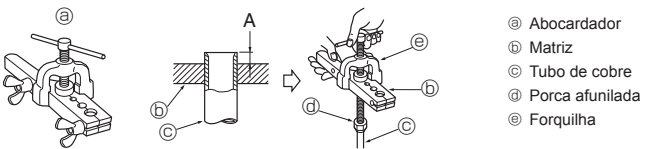

Fig. 5-5
5.3.4. Trabalho de abocardamento (Fig. 5-5)